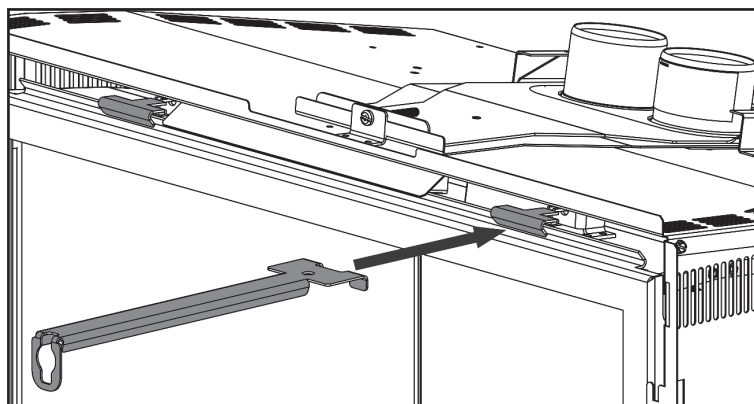

Fig. 2
2. Déverrouillez les loquets supérieurs gauche et droit situées dans le haut de la porte (**Fig. 2**). Penchez légèrement vers l'avant puis soulevez hors des fentes.